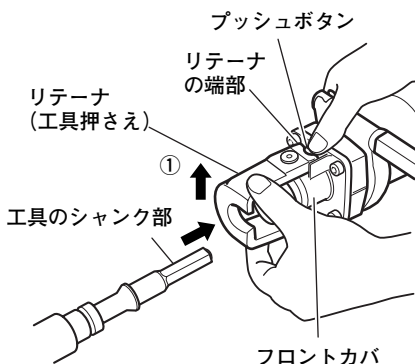

図 3
- (1) 工具のシャンク部をきれいに拭き、グリースあるいは機械油を塗布します。
- (2) 図3のようにプッシュボタンを押し、リテーナ〔工具押さえ〕を矢印①の方向に少し上げて、リテーナの端部をプッシュボタンに引っ掛け、プッシュボタンをもどらなくします。
- (3) プッシュボタンから指を離し、さらにリテーナを矢印①の方向に上げます。